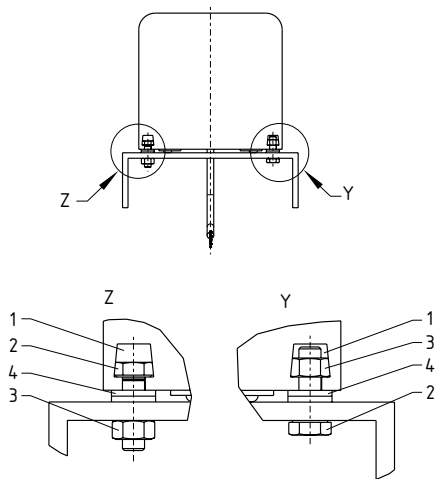

Abb. 4
Zur Befestigung der Bumper sind 2 Nutenleisten (1) über die gesamte Länge des Bumpers vorhanden. Die Befestigung erfolgt mittels in die beiden Nutleisten eingeschobene Sechskantschraube M6, z.B. ISO 4018 (2) und / oder Sechskantmutter M6, z.B. ISO 4032 (3) und 2 Unterlegscheiben 6,4, z.B. ISO 7090 (4) siehe Abb. 4. Es muss mindestens alle 250 mm in jeder Nutleiste eine Befestigungsschraube vorgesehen werden. Der Abstand am Anfang und Ende darf maximal 50 mm betragen. Die Montagefläche muss unbedingt eben und sauber sein. Die Einbaulage ist beliebig, jedoch sollten die Bumper nicht direktem Einflussbereich von heißen Spänen, schweren oder scharfkantigen Werkstücken eingesetzt werden.